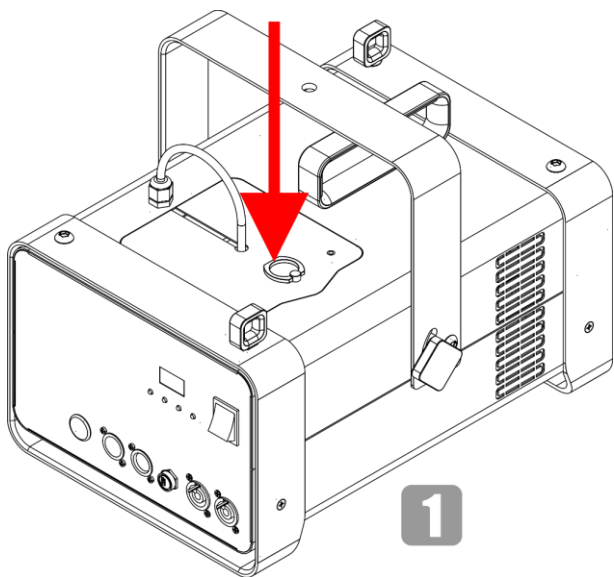

Abb. 21
- 01) Greifen Sie den kleinen Ring des Servicedeckels (Abb. 21).